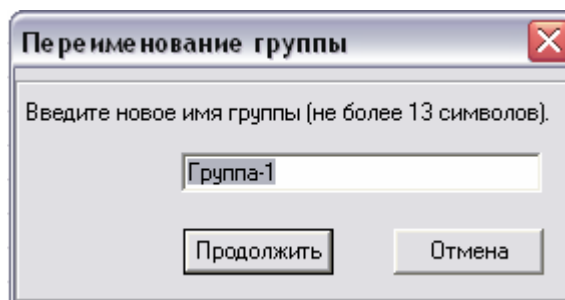

рисунок 46
- в появившемся диалоговом окне (рисунок 46) ввести новое имя группы (не более 13 знаков);